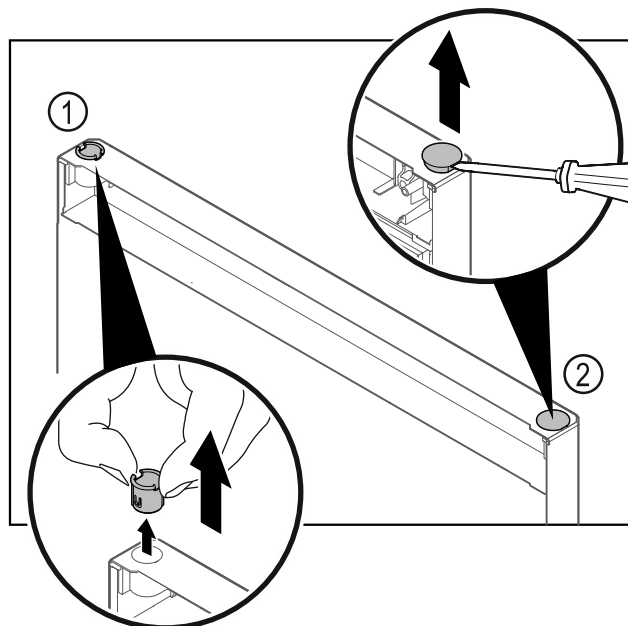

Fig. 27
- Dra ut gångjärnsbussningen Fig. 27 (1) med fingrarna.
- Lyft försiktigt upp täckpluggen Fig. 27 (2) med en spårskruvmejsel och dra ut den.